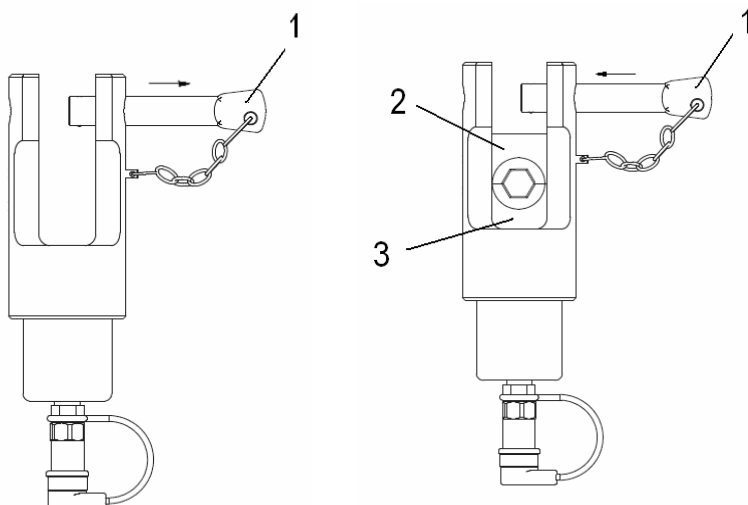

Рис. 1. Смена матриц .
С целью смены зажимной матрицы следует вытянуть шкворень поз.1, (как на Рис.1) к моменту отблокирования матриц.
- Поместить формирующие матрицы типа **UDF** в головке (смена матриц Рис.1)